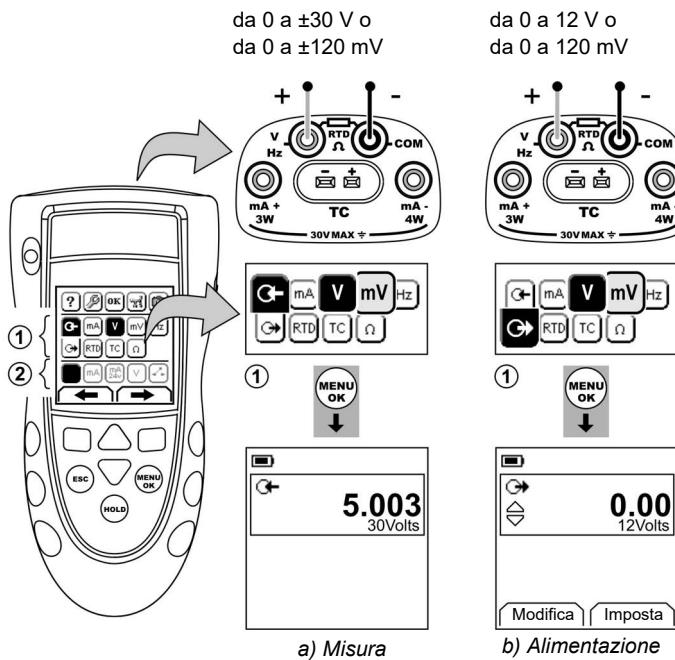

Figura 4: Esempio di configurazione – per misurare/alimentare in V o mV (Area ①)
- Collegare lo strumento (Figura 4 / 5) e, se necessario, modificarne il Setup (Tabella 1).